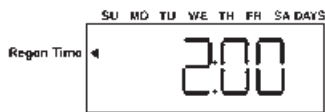

Abb.13
2. Drücken Sie **↓↑** bis die gewünschte Regenerationsuhrzeit auf dem Display erscheint (Abb. 13).